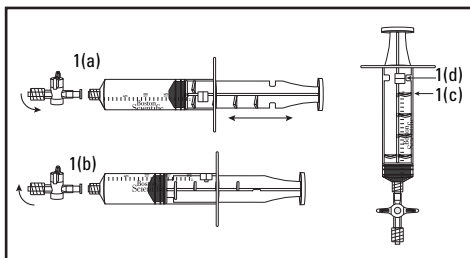

Figure 1.
1. Examiner le robinet (Figure 1(a)). Celui-ci possède deux raccords Luer pour le raccordement de l'aiguille et de la seringue. L'échange d'air se fait lorsque le robinet est en position ouverte. Le robinet est ouvert lorsqu'il est parallèle à la seringue, et fermé lorsqu'il est perpendiculaire à celle-ci (comme illustré).
2. Examiner la seringue (Figure 1). Le cylindre présente une broche de verrouillage (Figure 1 (d)) et le piston possède quatre ailettes de verrouillage (Figure 1 (c)). Le piston peut être actionné dans le cylindre pour verrouiller et
déverrouiller la seringue. Pour la verrouiller, tirer le piston jusqu'à ce qu'il soit aligné sur le volume d'aspiration voulu (Figure 1(a)). Faire tourner le piston dans le sens horaire de sorte que la broche de verrouillage s'engage dans les ailettes de verrouillage du piston (Figure 1(b)). Faire tourner le piston dans le sens anti-horaire pour déverrouiller la seringue.
de verrouillage de la seringue pour le maintenir en place (Figures 1(c) et 1(d)).
Remarque : Les ailettes et la broche de verrouillage (Figures 1(c) et 1(d)) doivent être dégagées pour que l'air sorte de la seringue.